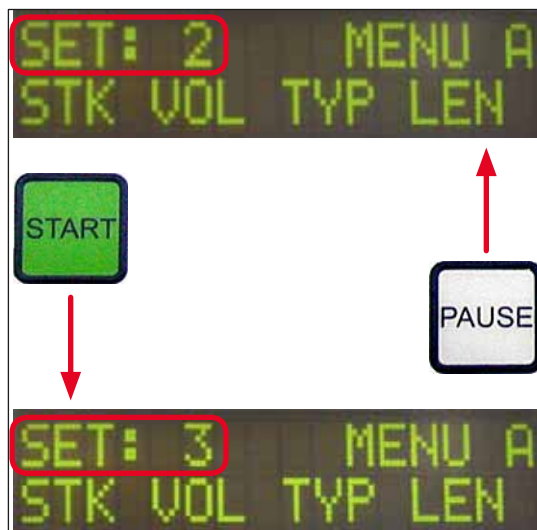

Fig. 39
① Există un total de patru programe (SET 1 până la SET 4) care pot fi stocate în aparat cu setări diferite ale parametrilor.
- Apăsarea butonului **PAUSE** (ÎNTRERUPERE) pornește următorul program superior (→ Fig. 39).